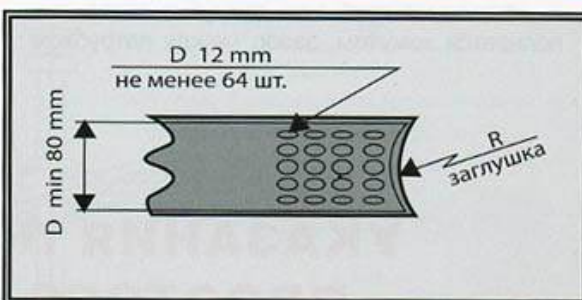

Рис. 16
2. Условия исполнения элементов конструкции для трубы типа "FF" (Рис. 16):